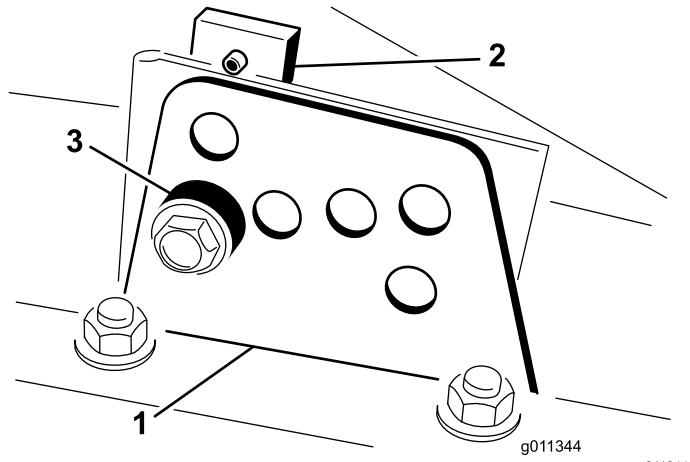

Figure 19
2. Desserrez le boulon qui fixe le support de hauteur de coupe à la plaque de hauteur de coupe (à l'avant et de chaque côté), comme montré à la Figure 19.
4. Tout en soutenant la chambre, déposez l'entretoise (Figure 19).